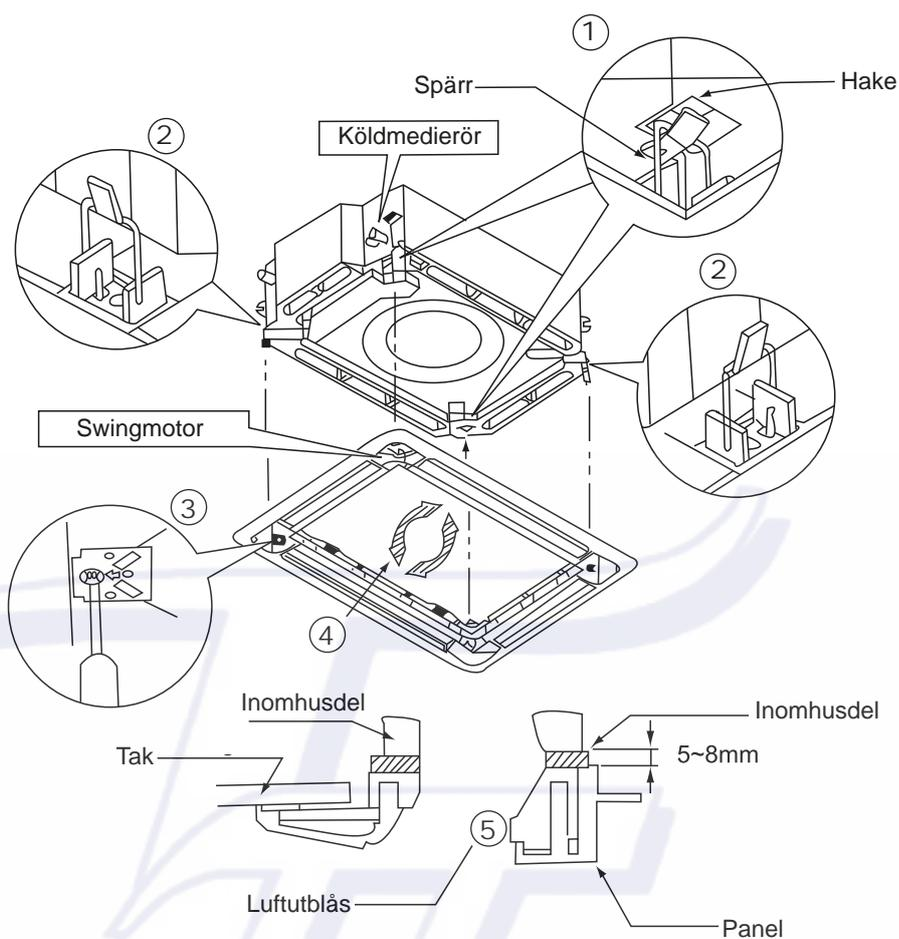

Fig.34
- (1). Placera panelen mot aggregatet och haka fast den i hakarna bredvid och mitt emot swingmotorn.
- (2). Haka fast i de två andra hakarna.
- (3). Drag åt fyra sexkantskruvar under hakarna till ungefär 15 mm.
- (4). Justera panelen enligt riktningarna som visas i Fig. 34 på nästa sida.
- (5). Drag åt skruvarna till tjockleken på tätningsmaterialet mellan panel och inomhusdel blir 5-8 cm.